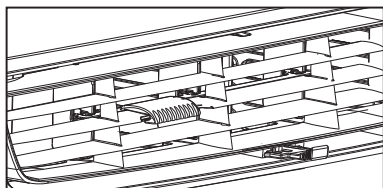

Figure 1 (ÉVENT FERMÉ)
1. Faire recirculer l'air à l'intérieur de la pièce – évent fermé (voir Fig. 1)